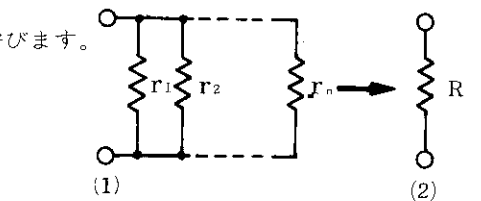

図3-3
部品の接続には直列接続の他に、図 3-3-(1) のように横に並べて接続する方法があり、その接続を並列接続と呼びます。